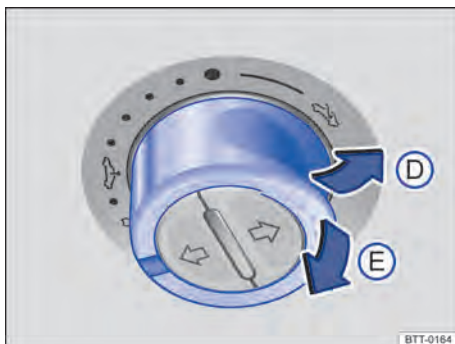

Fig. 39 No revestimento do teto: pressionar o interruptor e puxar para levantar ou fechar.
⇒ Fig. 39
- *Teto de vidro*: dentro de aproximadamente 5 segundos após a liberação do limitador de força, puxar o interruptor \Rightarrow Fig. 39 , no sentido da seta, até que o teto solar esteja completamente fechado.